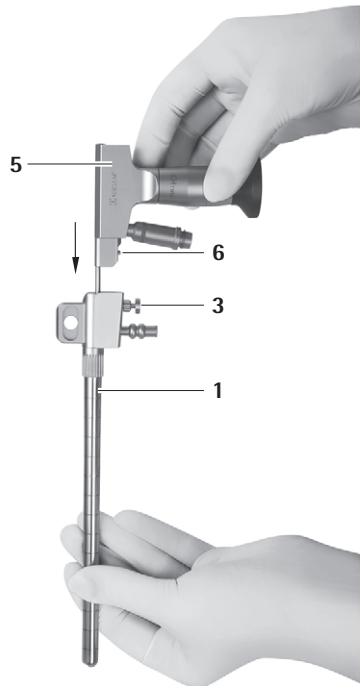

Abb. 2
- ▶ Endoskop **5** im MINOP InVent-Trokar **1** verriegeln, siehe Abb. 2.